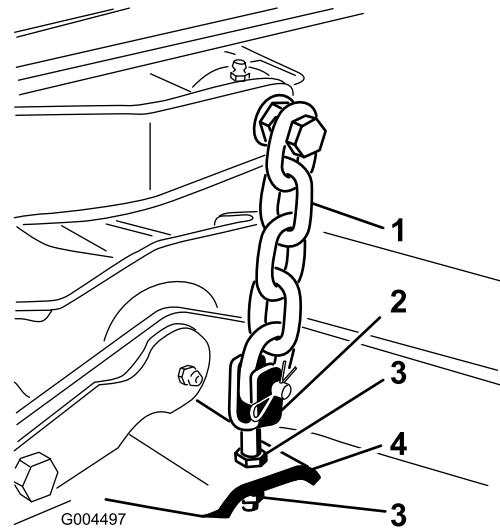

図 65
7. ブレードのピッチが8 mm になるように、後のヨーク/チェーンを固定しているジャムナットで刈り込みデッキ後部の高さを調整する 図 65。